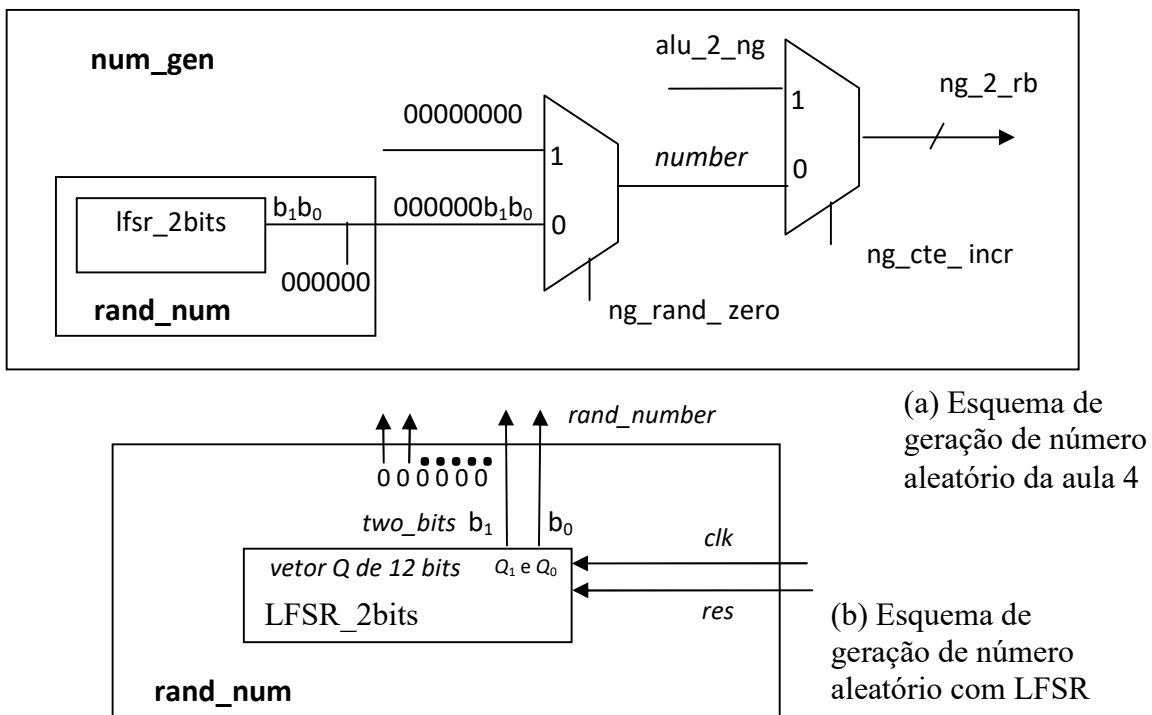

Figura 1
A figura 1 ilustra as interfaces do módulo *Rand\_num* e a sua esperada conexão dentro do *Num\_Gen* e do datapath do Base\_circuit do Wisdom. A figura 1.a mostra o esquema utilizado na Aula 4 (copiado da Figura 1 da apostila de conceitos), com dois bits do LFSR sendo concatenados a zeros dentro do bloco *Rand\_num*.
Dos  $n(=12)$  bits do LFSR, gerador de números aleatórios a ser projetado, apenas 2 serão utilizados para a definição do endereço inicial de memória do Guru, na forma indicada pela figura 1.b. Ela indica também que os bits 0 e 1 ( $Q_0$  e  $Q_1$ ) do LFSR devem ser selecionados; o fato é que qualquer dois bits do LFSR poderiam ser selecionados, tendo efeito similar. Esta seleção de bits traz uma consequência interessante do ponto de vista de aleatoriedade. Enquanto a sequência de números nos 12 bits do LFSR é pseudoaleatória, i. e., consiste de um conjunto de vetores distintos que vai se repetindo, o uso de um número menor de bits tem a aparência de ser aleatório devido ao efeito de *aliasing*. No caso de 2 bits, é bem possível que dois ou mais vetores consecutivos apresentem o mesmo valor, o que não seria possível com os 12 bits do LFSR.
3. Escrever o código VHDL estrutural do bloco *rand\_num* da Figura 1. Deve conter um *linear feedback shift register* (LFSR) genérico, personalizando o código para o seu polinômio utilizando **obrigatoriamente** o comando GENERATE. A saída do bloco *rand\_num* deverá ser um vetor binário de 8 bits concatenando o vetor '000000' com os dois LSBs do LFSR.
- e) Faça a descrição equivalente do circuito *rand\_num* em VHDL (figura 1.b) seguindo o esquema dado no item c) (atenção: utilize os mesmos nomes no diagrama e no VHDL, para os sinais e portos).
- O vetor de estados conterá os bits de saída dos FFs (Q11 a Q0, seguindo o documento de descrição do LFSR Galois) e portos do módulo deverão ser de acordo com o especificado na figura 1.b.
- f) Prepare o testbench para validar o seu código VHDL (o módulo `rand_num` e os bits do LFSR) através do simulador ModelSim. Um arquivo topo será fornecido aos alunos que deverão codificar o arquivo de estímulos. Gere cartas de tempo no **Wave** de forma a mostrar uma sequência de estados (com o vetor de estados). Simule pelo menos por vinte (20) ciclos de relógio de evolução da sequência, após a ativação do sinal `set`.